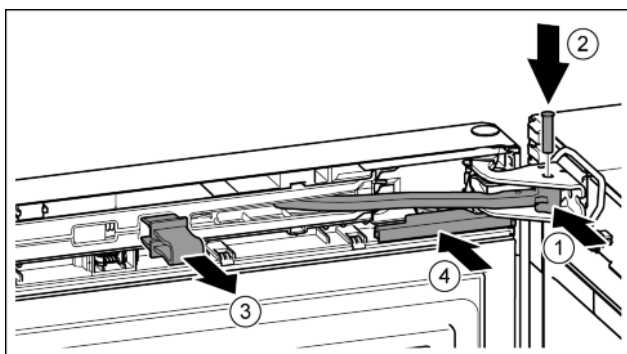

Fig. 25
- ▶ Przegub obrócić w płytce zawiasu. Fig. 25 (1)
- ▶ Sworzeń umieścić w płytce zawiasu i przegubie. Przy tym zwrócić uwagę, aby krzywka zatrząskowa została prawidłowo umieszczona w rowku. Fig. 25 (2)
- ▶ Zdjąć zabezpieczenie. Fig. 25 (3)
- ▶ Wsunąć osłonę. Fig. 25 (4)